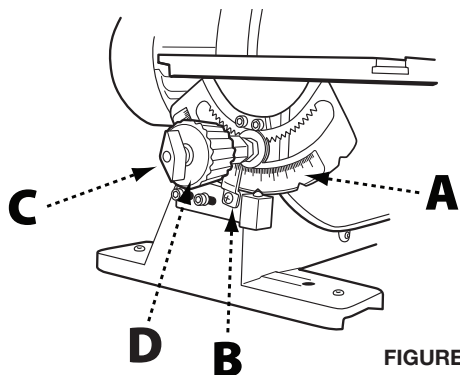

FIGURE 8
La table peut s'incliner jusqu'à 45 degrés vers le haut ou vers le bas. Un niveau (A), Figure 8, et une aiguille (B) sont fournis pour indiquer le degré d'inclinaison. Des butées fixes sont localisées sur l'indicateur de réglage de l'inclinaison à 0°, 35° et 45°.